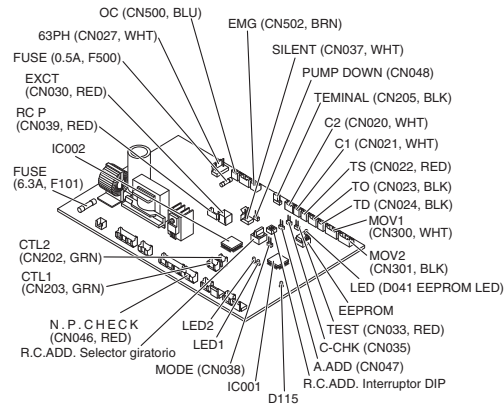

Fig. 9-9
- Coloque el mando a distancia hacia el receptor (en la unidad principal). (Fig. 9-9)
\* Si se aplicase accidentalmente 220 – 240 V CA, el fusible de la tarjeta PCB de la unidad interior o exterior (0,5 A para ambas unidades, interior y exterior) se quemaría para proteger la tarjeta PCB. Corrija las conexiones de los cables y, a continuación, desconecte los conectores de 2 contactos (interior: azul) (exterior: azul, serie 1) que están conectados a la tarjeta PCB y reemplácelos por conectores de 2 contactos (interior: marrón) (exterior: marrón, serie 2). Si la operación sigue siendo imposible después de haber cambiado los conectores marrones, pruebe cortando el varistor (negro) (ambas unidades, interior y exterior). (Asegúrese de desconectar la alimentación antes de realizar este trabajo.) (Fig. 9-9)